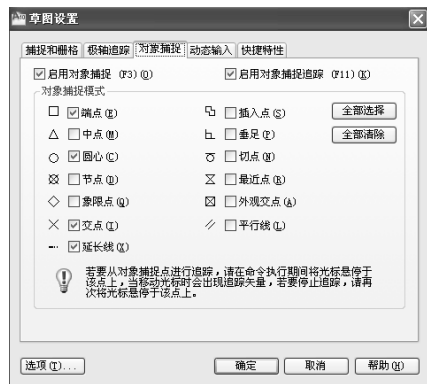

图 1-54 “草图设置-对象捕捉”对话框
- 下拉菜单：选择“工具→草图设置”命令，弹出“草图设置”对话框。在“草图设置”对话框中，选择“对象捕捉”选项卡，如图 1-54 所示。